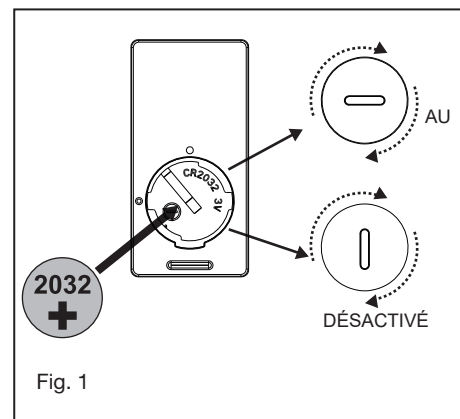

Fig. 1
- 1 Sélectionnez un emplacement souhaité. Utilisez la plaque murale pour marquer l'emplacement des trous de montage. Des chevilles murales en plastique ou des vis de montage sont nécessaires pour cette application. (Fig. 1)
Retirez le panneau de l'émetteur, puis installez une pile 2032 (incluse). Vous devez utiliser une pièce de monnaie pour ouvrir ou fermer le couvercle de la batterie. Pour éviter d'endommager l'émetteur, retirez la batterie si vous ne l'utilisez pas pendant de longues périodes (Fig. 1)